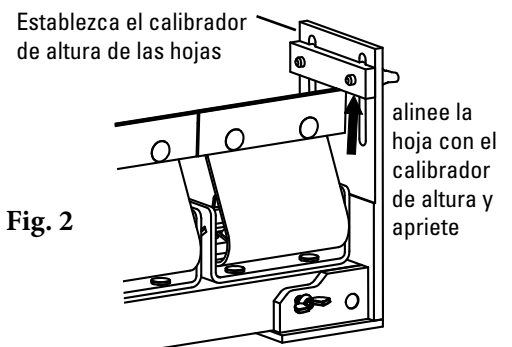

Fig. 2
4. Coloque el calibrador de altura en la herramienta de alineación de la hoja del cartucho de manera que la hoja que se instaló sin apretar se pueda empujar en la esquina de la herramienta (Fig. 2).
5. Apriete la primera hoja mientras la sostiene con la herramienta de alineación de la hoja de cartucho (Fig. 2).